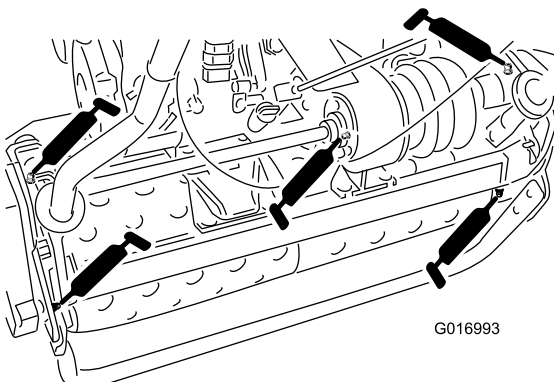

Bild 19
- 2 an den Trommelachsen (Bild 19)
- 3 am Differenzial (Bild 19)